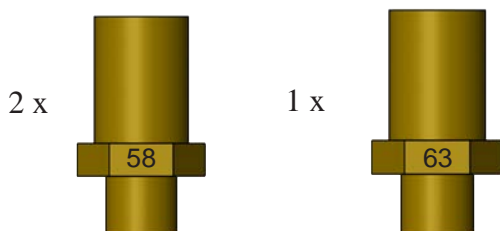
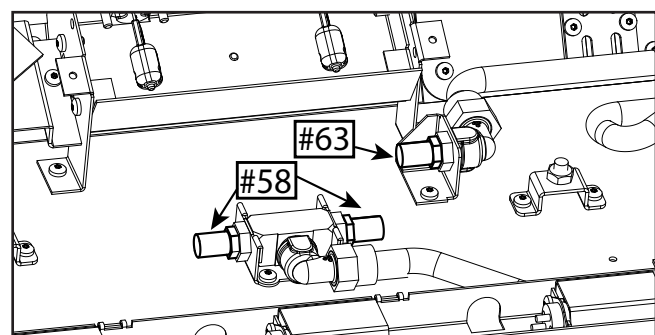

Figure 38 : Marquages des orifices
Figure 39 : Emplacements des orifices du brûleur
5. Convertissez les orifices du bac du brûleur avec celui fourni dans ce kit à l'aide d'un **cliqet et d'une douille de 1/2 po** (Figure 39).
Il y a deux orifices #58 pour les brûleurs surélevés et un orifice #63 pour le brûleur de la casserole. Les marquages se trouvent sur le côté de chaque orifice (voir la figure 38). Pour connaître les emplacements d'installation spécifiques de chaque orifice, voir la figure 39.
- Un manteau de 4 po (102 mm) peut être monté à une hauteur minimale de 36 po (91 cm) du bas de l'unité. (Voir la figure 39)